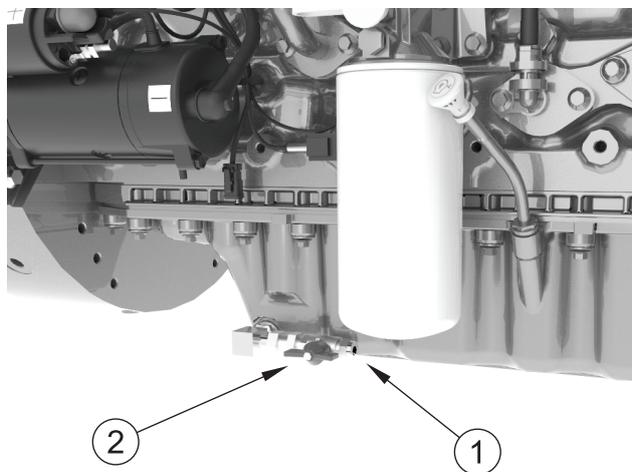

Abbildung 28
1. Entfernen Sie die Ablassschraube (Abbildung 28, Nummer 1).